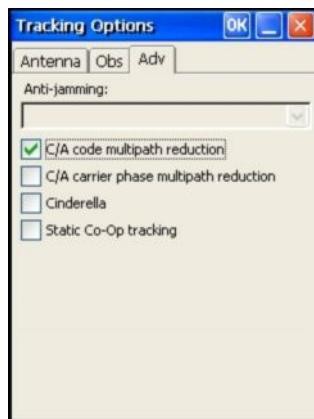

Рис. 3-14. Настройка дополнительных параметров
10. Выберите вкладку Advanced. Задайте следующие параметры и нажмите OK (Рис. 3-14 на стр. 3-15).